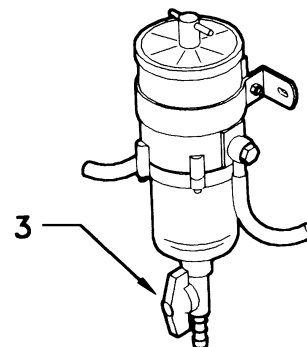

Fig. 7.6
Ver Fig. 7.6. Aflojar la palomilla (3) situada en la parte inferior del filtro colocando un pequeño recipiente debajo del mismo y dejar salir el agua acumulada. Volver a apretar cuando salga combustible sin agua.